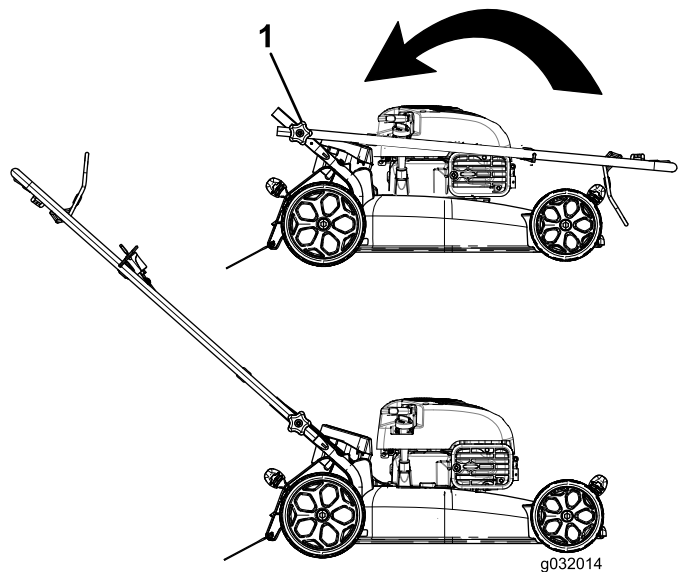

**Figure 3**
1. Retirez les boutons et les boulons de guidon du carter de la machine. Figure 3
2. Fixez le guidon au carter de la machine (Figure 3).